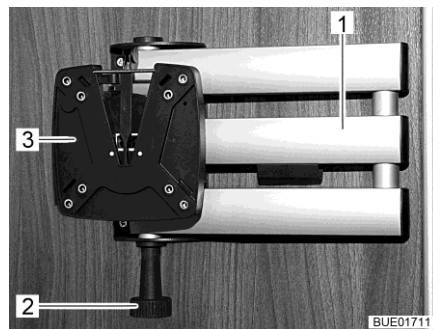

Fig. 85 Support à bras articulé
- Tirer sur le bouton de déverrouillage (Fig. 85,2). Le bras articulé (Fig. 85,1) est déverrouillé.
- Faire retourner l'écran plat dans sa position initiale jusqu'à ce que le support (Fig. 85,3) s'enclenche de manière audible dans le dispositif de verrouillage.